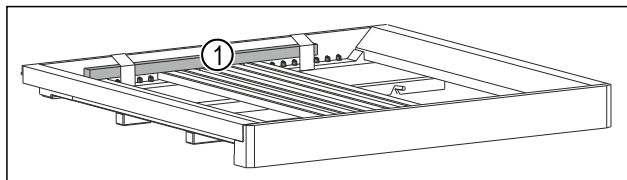

Fig. 6 *
- Odstraňte dřevěnou tyč Fig. 6 (1).*